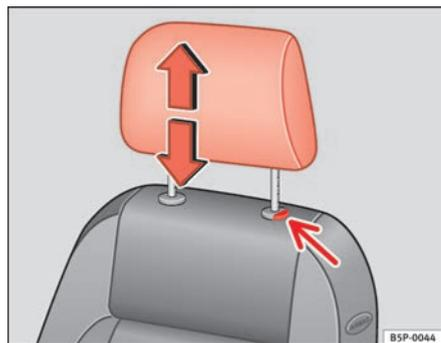

Fig. 74 Réglage ou dépose de l'appuie-tête
- Appuyez sur le bouton ⇒ fig. 74 (flèche).